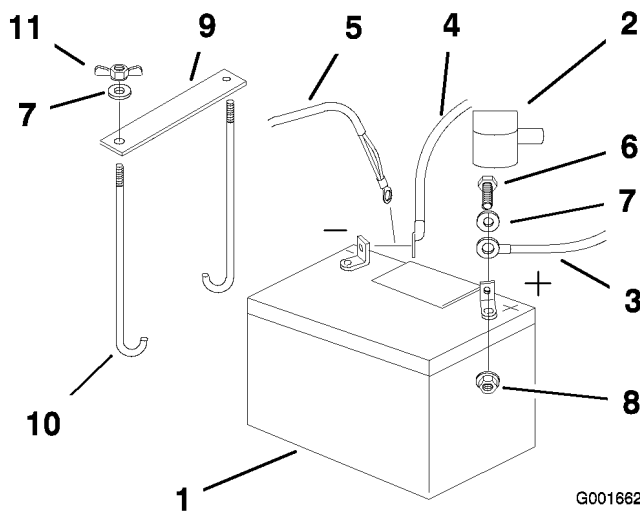

Figure 39
4. Commencez par débrancher le câble négatif et le câble de masse de la borne négative (-) de la batterie (Figure 39).
5. Ôtez le capuchon rouge de la borne positive (rouge) de la batterie. Débranchez ensuite le câble positif (rouge) de la batterie (Figure 39).
- Retirez les deux écrous à oreilles (1/4 inch) qui fixent la barrette de maintien de la batterie (Figure 39).
- Placez la batterie dans son support en tournant les bornes vers le moteur (Figure 39).
- Fixez les câbles avec 2 boulons (1/4 x 3/4 po), 2 rondelles (1/4 inch) et 2 contre-écrous (1/4 inch) (Figure 39).
- Fixez la batterie en position avec des boulons en J, une barrette de maintien et 2 rondelles (1/4 inch), ainsi que 2 écrous à oreilles ((1/4 inch)) (Figure 39).